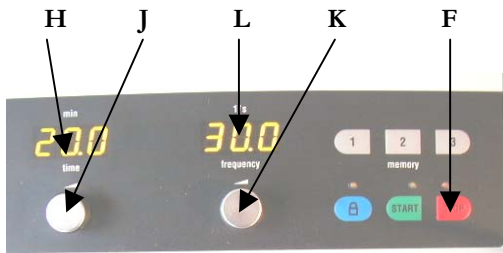

Abb.3
- Die LED über der STOP - Taste **F** blinkt kurz nach dem Einschalten. **Abb.3**
### Zeit von 10 sek bis 99 min. einstellen : **Abb.3**
### Frequenz 3 - 30 Hz einstellen : **Abb.3**